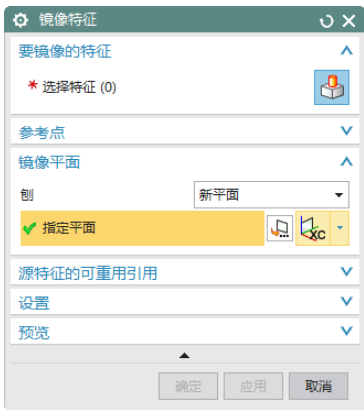

图 7-138 “镜像特征”对话框
(1) 选择“菜单(M)”→“插入(S)”→“关联复制(A)”→“镜像特征(M)”命令，打开如图 7-138 所示的“镜像特征”对话框。
- (2) 选择阵列前的凹坑和法向除料特征和阵列后的特征。
- (3) 选择“新平面”选项，在下拉列表中选择 Y0Z 平面为镜像平面。